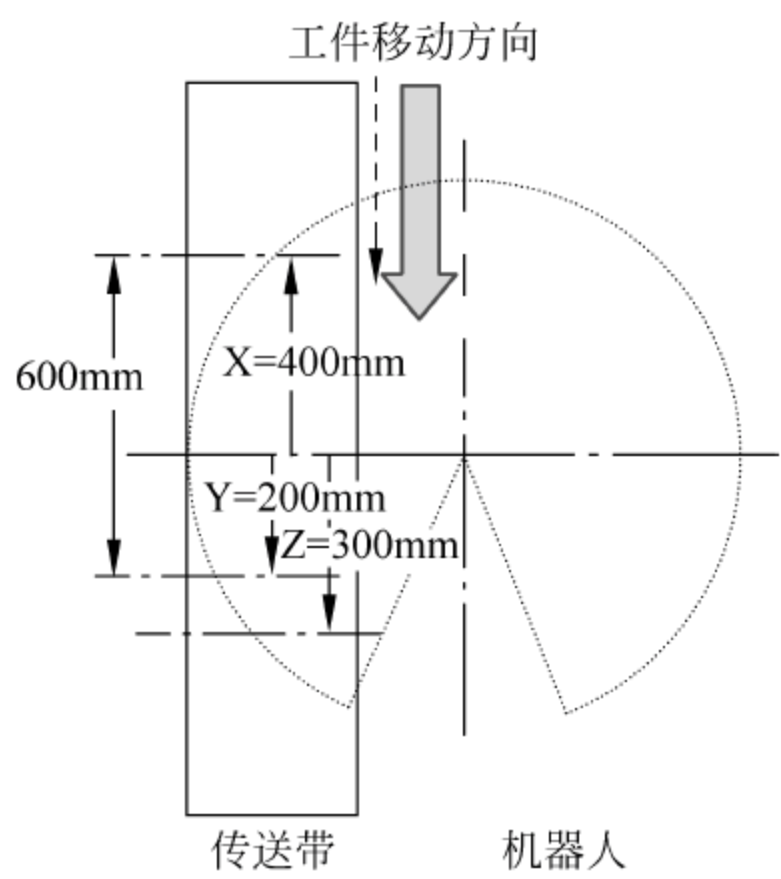

图 29-29 机器人追踪区域及机带关系
- (3) 传送带在机器人左侧,工件移动方向为从前向后,则设置 PTN 的 X 坐标=4;追踪区范围 PRNG: (X,Y,Z)=(+400,+200,+300),如图 29-29 所示。